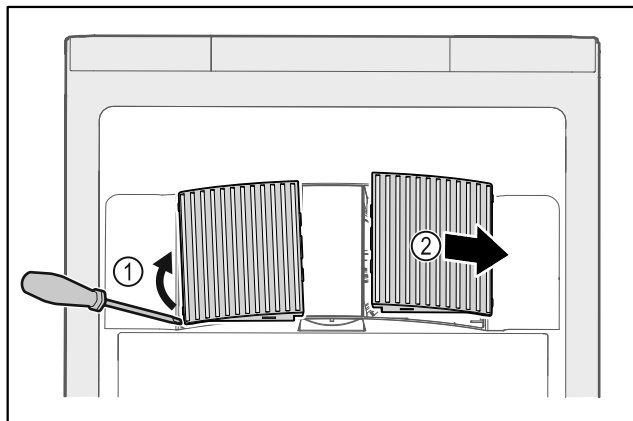

Fig. 199
- ▶ Кожух вентилятора обережно підважити зі сторони Fig. 199 (1) і витягнути рухом вперед Fig. 199 (2).